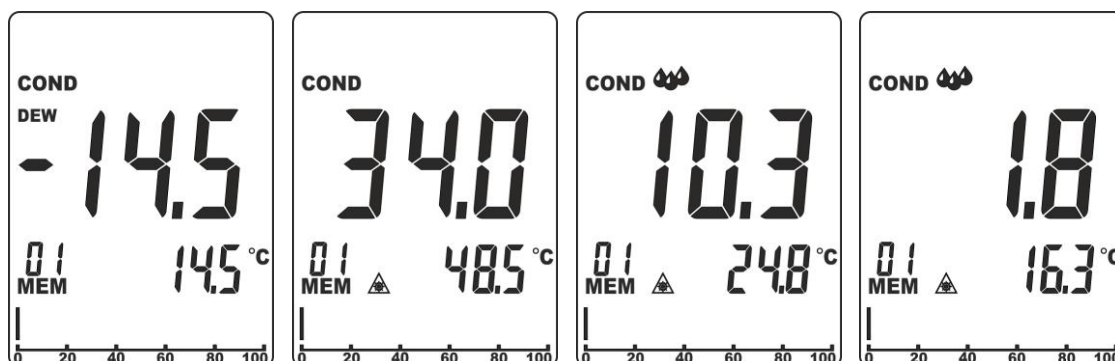

Fig. 11: Medição do diferencial da temperatura de superfícies
3. Premir simultaneamente os botões **RH%** e **MOI** para entrar no modo de medição da Condensação. O instrumento mostra o valor da temperatura de Condensação medida pelo sensor integrado no display secundário e as indicações “COND” e “DEW” são apresentadas no display (ver Fig. 11 – primeiro ecrã). O display principal mostra sempre a diferença entre o valor da temperatura IRT e a temperatura de Condensação
- Se a temperatura IRT é **superior a mais de 14°C (25°F)** em relação à temperatura de Condensação → a diferença de temperatura (IRT-DP) é apresentada no display principal sem mais indicações (ver (ver Fig. 11 – segundo ecrã)
- Se a temperatura IRT é **superior a 3°C÷14°C (5°F÷25°F)** em relação à temperatura de Condensação → a diferença de temperatura (IRT-DP) é apresentada no display principal, a indicação “▲” é apresentada no display e o instrumento emite um som para indicar uma situação de risco de condensação na área (ver (ver Fig. 11 – terceiro ecrã)
- Se a temperatura IRT é **superior a menos de 3°C (5°F)** em relação à temperatura de Condensação → a diferença de temperatura (IRT-DP) é apresentada no display principal, a indicação “▲▲” é apresentada no display e o instrumento emite um duplo som para indicar uma situação de elevado risco de condensação na área (ver (ver Fig. 11 – quarto ecrã)